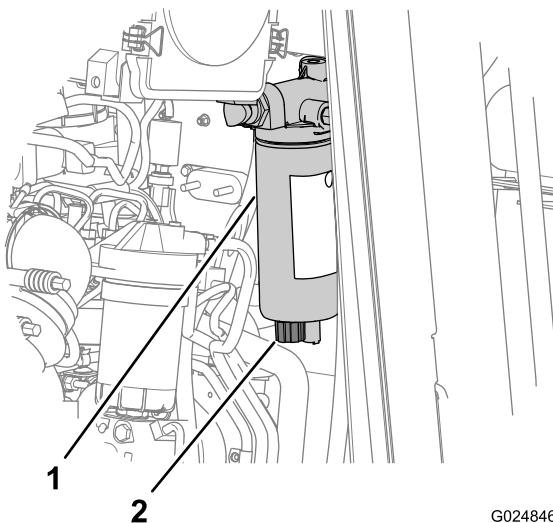

Bild 21
2. Stellen Sie eine Auffangwanne unter das Ablassventil am Kraftstoff-Wasserabscheider (Bild 21).